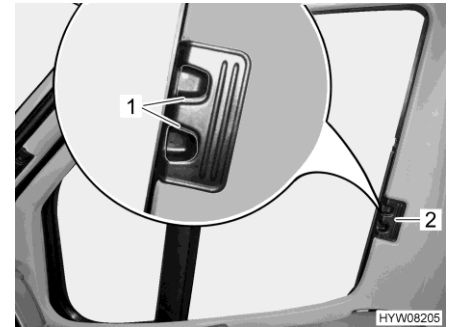

Fig. 34 Dispositif occultant plissé pour la fenêtre côté conducteur/passager
- Pousser les dispositifs occultants plissés pour les fenêtres côté conducteur et côté passager jusqu'à la butée au niveau de la poignée (Fig. 34,2).
- Faire s'enclencher les poignées de déverrouillage (Fig. 34,1).